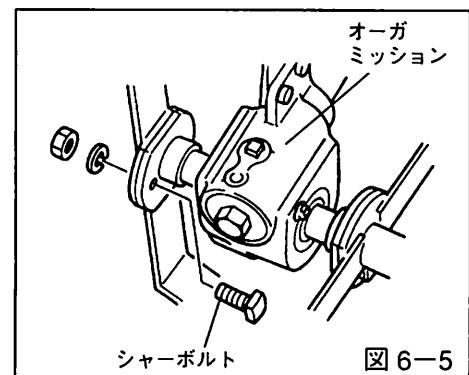

図 6-5
- シャーボルトはオーガミッションの左右のフランジ部に、各1個ずつついています。(図6-5参照)